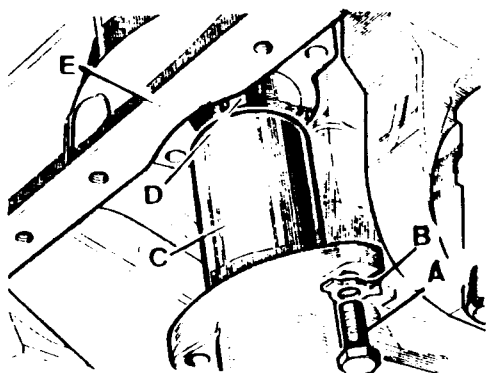

Fig. A3-73 Desmontaje de la bomba de aceite
- 1 2 Extraer los tornillos, A (Fig. A3-73), después de abrir los frenillos, B, y retirar el conjunto bomba, C, con el eje de accionamiento.
- 2 1 Instalar el eje de accionamiento, D (Fig. A3-73) sobre la bomba, C, haciéndolo encajar perfectamente en los engranajes de ésta.
- 2.2. Acoplar el conjunto bomba de aceite y eje de accionamiento sobre su alojamiento, observando que el eje encaja perfectamente en el estríado del piñón vertical y fijar la bomba con sus tornillos, A (Fig. A3-73), frenando a continuación dichos tornillos, con sus frenos nuevos, B.